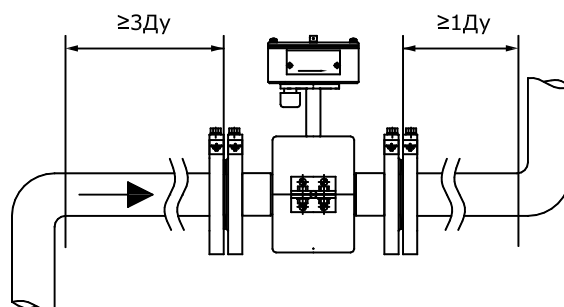

Рисунок 8.5
8.2.7 Расходомер необходимо располагать в той части трубопровода, где пульсации и завихрения минимальные. При установке расходомера необходимо обеспечить прямолинейные участки трубопровода длиной не менее 3 ДУ до и 1 ДУ после ППР (см. рисунок 8.5).